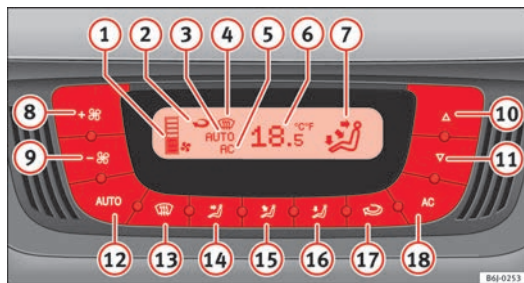

Fig. 96 Sur la planche de bord : éléments de commande du Climatronic
- Appuyez sur les touches ⑩ et ⑪ ⇒ fig. 96 pour régler la température.
- ① Indicateur de position du ventilateur.
- ② Indicateur de la fonction de recyclage de l'air ambiant
- ③ Position **AUTO** (Fonctionnement automatique)
- ④ Position de désembuage
- ⑤ Position AC (Climatisation connectée)
- ⑥ Indicateur de la température intérieure sélectionnée
- ⑦ Indicateur de la direction du flux d'air
- ⑧ Augmentation de la vitesse du ventilateur
- ⑨ Diminution de la vitesse du ventilateur
- Appuyez sur la touche **(AUTO)**. L'afficheur indique ⇒ fig. 96 **(7)**.
- Appuyez sur les touches **(10)** et **(11)** ⇒ fig. 96 pour régler la température souhaitée dans l'habitacle. Nous vous recommandons une température de 22 °C (72 °F).
- Appuyez sur l'une des touches ⇒ fig. 96 **(14)** à **(16)** ou appuyez sur le régulateur du ventilateur **(8)** et **(9)**. L'indication **(3)** s'éteint.
Le ventilateur peut être réglé à l'aide des touches **(8)** et **(9)** ⇒ fig. 96. Lorsque le ventilateur est éteint (l'écran n'affiche aucune position **(1)**) et que vous continuez à appuyer sur la touche **(9)**, le Climatronic s'éteint. Dans un tel cas **OFF** apparaîtra à l'écran.
- Appuyez sur la touche  pour activer ou désactiver le mode recyclage de l'air ambiant. Il est connecté si le symbole  ⇒ fig. 96 s'affiche à l'écran.